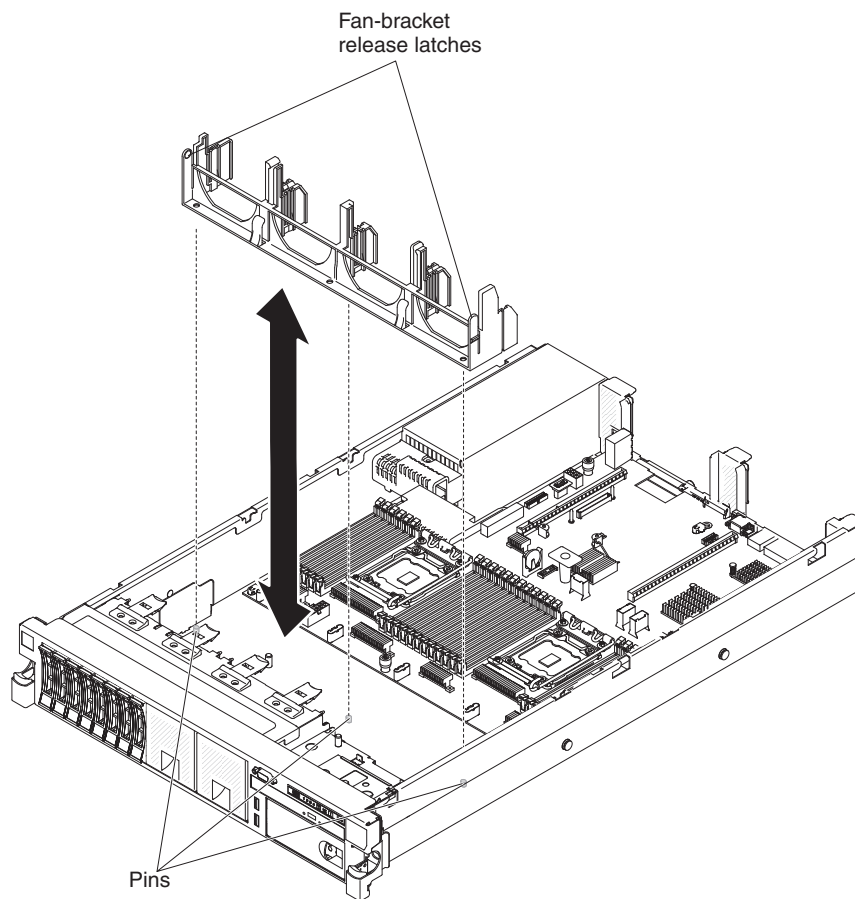

Figura 288. Substituindo o suporte do ventilador
1. Abaixe o suporte do ventilador no chassi, conforme mostrado na Figura 288 na página 361.